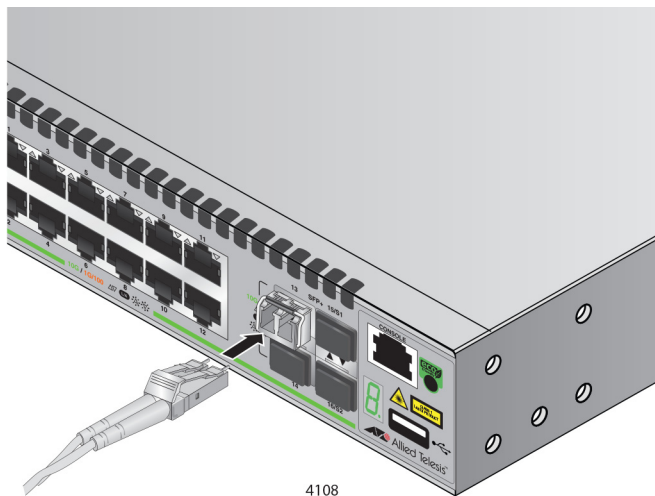

Рисунок 25. Присоединение оптоволоконного кабеля к трансиверу SFP
7. Присоедините оптоволоконный кабель к трансиверу, как показано на рис. 25.